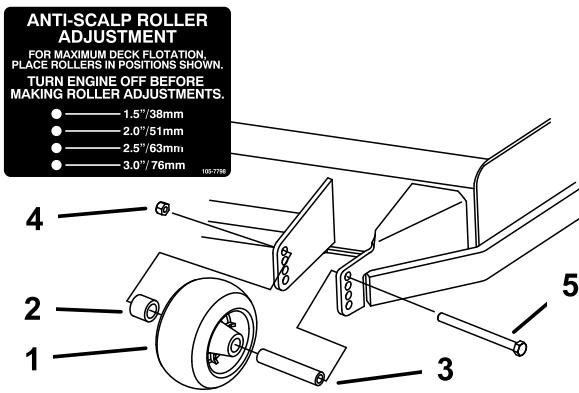
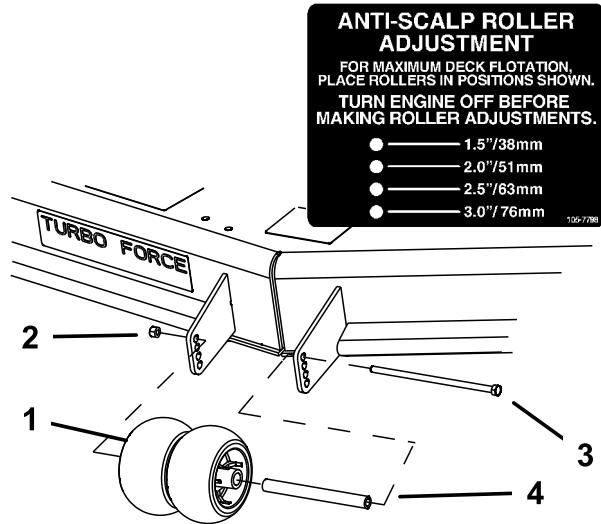

Figure 20
Figure 21
- Après avoir réglé la hauteur de coupe, réglez les galets en retirant l'écrou à collet, la bague, l'entretoise et le boulon (Figure 20, Figure 21 et Figure 50).
- Posez l'écrou à collet, la bague, l'entretoise et le boulon. Serrez à 54–61 Nm (40–45 pi-lb) (Figure 20, Figure 21 et Figure 50).